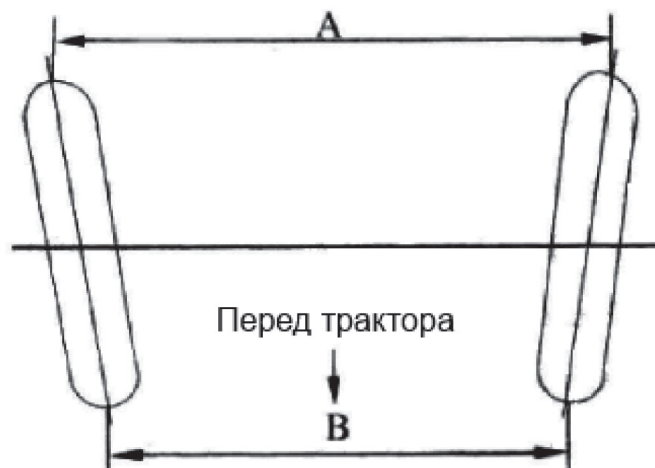

Рис. 3.22. Развал-схождение. Трактор. Вид сверху.
1. Регулировка сход-развала: развал-схождение означает, что относительное расстояние между двумя передними колесами впереди меньше, чем сзади. См. рис. 3.22., А — В является развалом-схождением. Слишком большой или слишком маленький показатель будет причиной вибрации передних колес и увеличения износа шин, развал-схождение должен быть в пределах 6-12 мм.